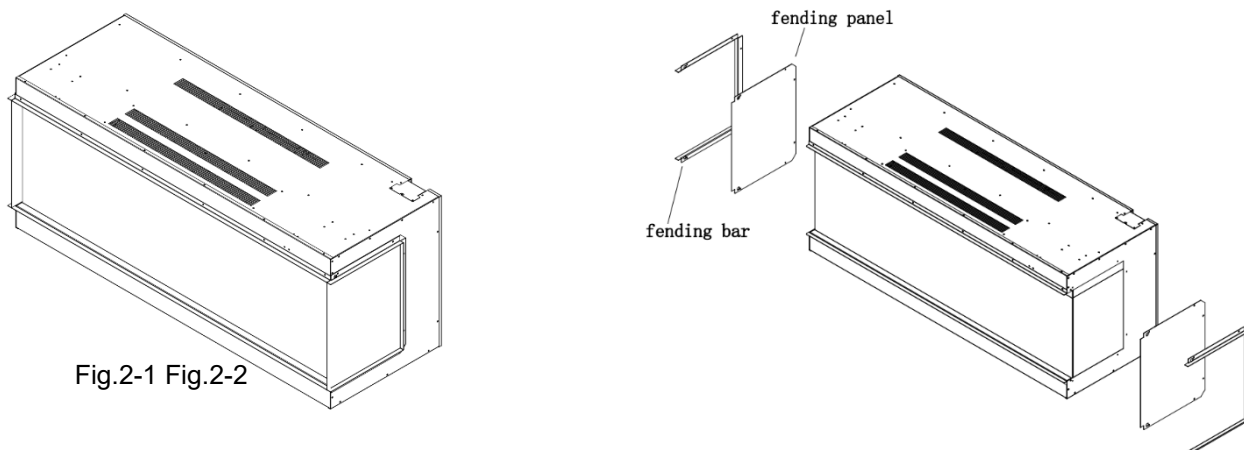

Fig.2-1 Fig.2-2
15. Șemineul este fixat cu bare fending și panouri pe partea stângă și dreaptă. Fig.2-1,2-2